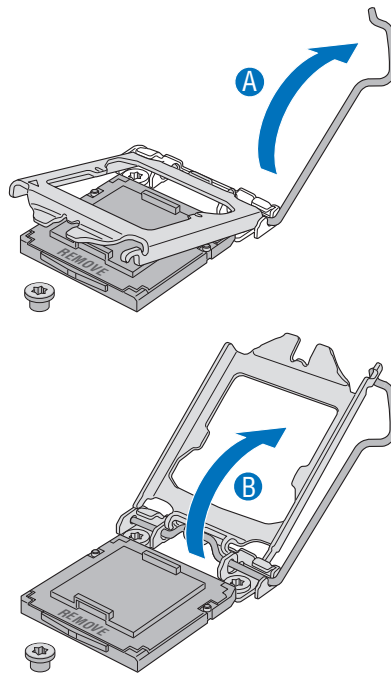

Abbildung 7. Montageklappe öffnen
- Drücken Sie den hinteren Stift an der Montageklappe nach unten, so dass diese sich vorne leicht anhebt. Öffnen Sie die Montageklappe vollständig. Siehe Abbildung 7.